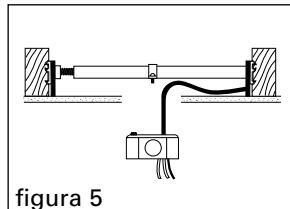

figura 5
4. Quite uno saliente de la caja de empalme e instale el conector. Hale el cable por debajo y a través del hueco y dentro del conector. Entre la caja de empalme dentro del hueco y a las pernas del soporte (figura 5). Sujete la caja con las dos tuercas de nilón provistas, **apriete bien** (figura 6). **No sobre apriete**.